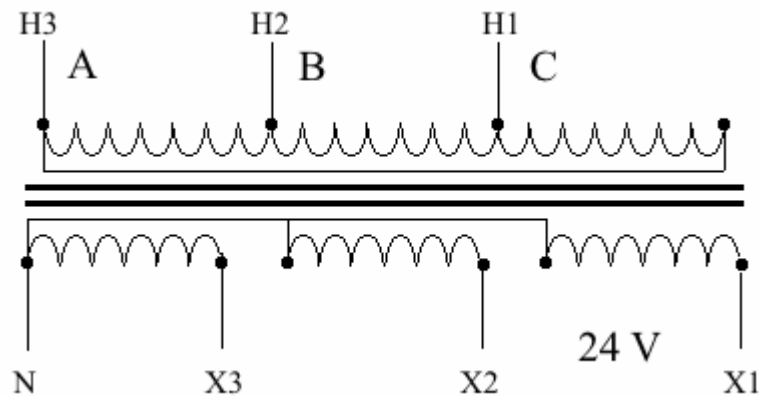

Fig. 1. Conexões do transformador para rebaixar a tensão de linha.
- a) Utilize o transformador para rebaixar a tensão de linha de 220 V para 24 V. Conecte a alimentação de linha (passando pelos fusíveis) no primário do transformador, conforme indicado na Fig. 1. Verifique a saída do transformador com o multímetro;